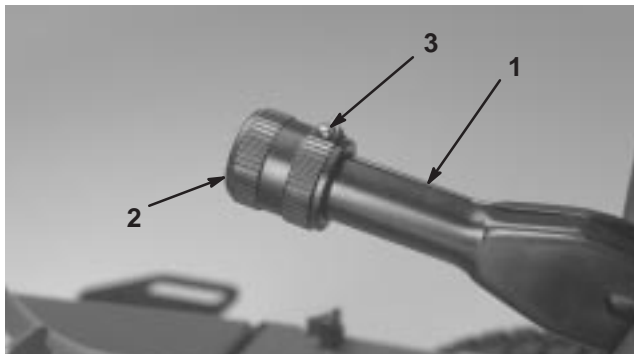

Figure 56
1. Desserrez la vis de fixation du bouton sur le levier du frein de stationnement (Fig. 56).